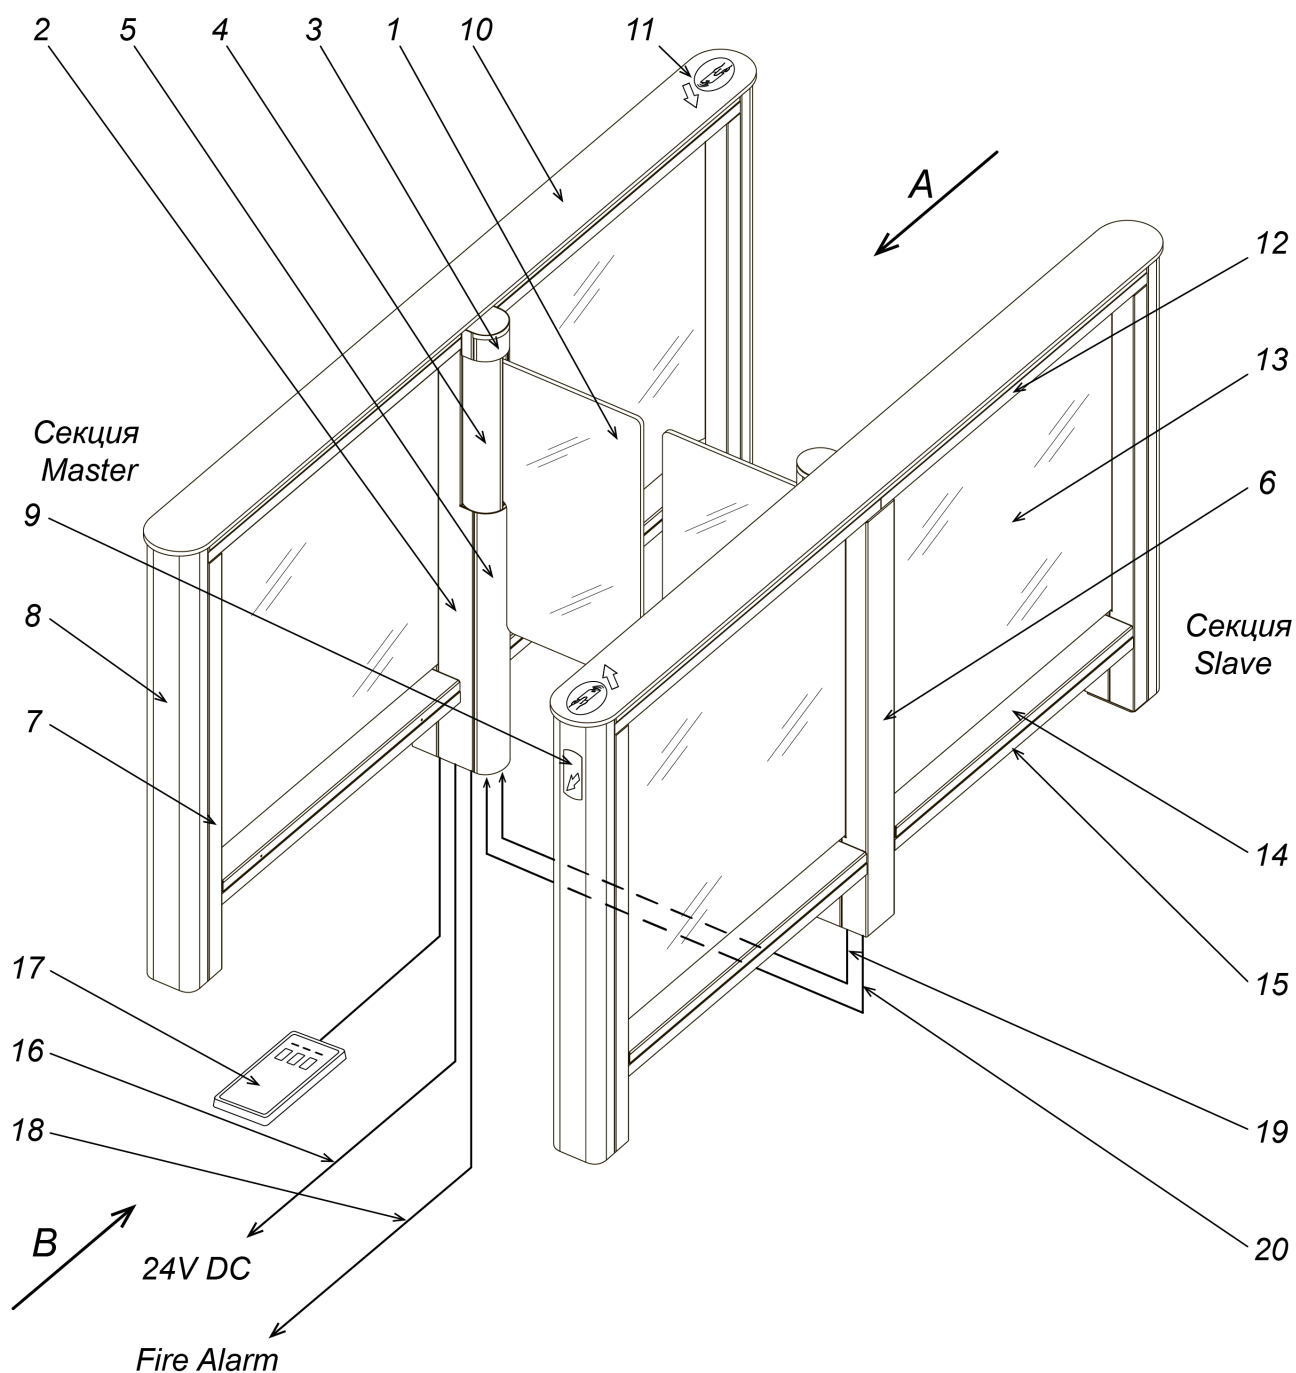

Рисунок 10. Внешний вид и устройство PERCo-ST-01:
Общий вид ПДУ показан на рис. 10. ПДУ (17) выполнен в виде небольшого настольного прибора в корпусе из ударопрочного АБС-пластика. ПДУ предназначен для подачи команд оператором при ручном режиме управления турникетом.